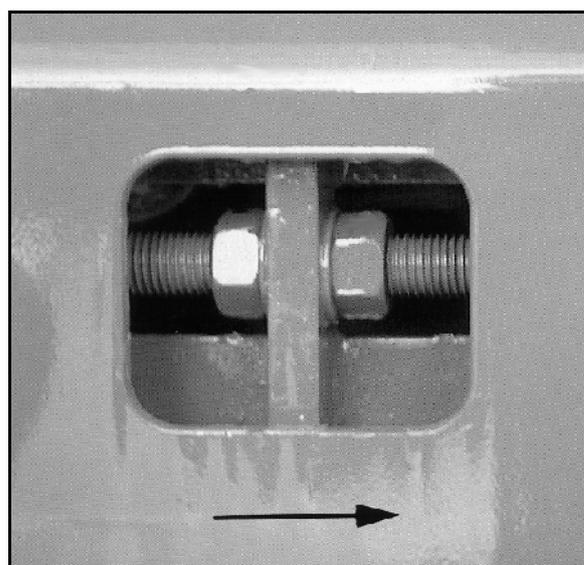

Fig. 80
1. Desserrer les contre-écrous arrière (Fig. 80/1) des deux côtés, dans le sens de la marche (voir flèche).
2. Tourner les écrous de façon homogène vers la gauche, des deux côtés, dans le sens de la marche (voir flèche)(Fig. 80/2).
La course de réglage des écrous (Fig. 80/2) doit être identique des deux côtés de la bande de fond. Ne pas tourner les deux écrous (Fig. 80/2) de plus d'1/2 tour de clé. Resserrer les contre-écrous et vérifier si la bande transporteuse est entraînée à nouveau de façon homogène.